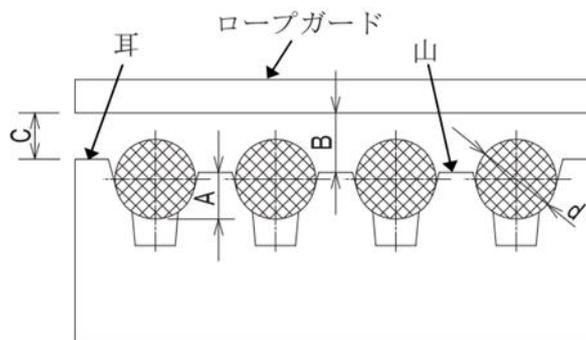

図 5-2：ロープガード取付け寸法
- ① 取付け状態の変化や条痕、及び亀裂等の異常がないこと。
- ② 綱車のロープ溝に規定値以上の摩耗※¹、及びロープスリップ等の異常がないこと。
- ③ 軸受に異常音、及び異常振動等がないこと。
- ④ ロープとロープ外れ止め間の際間寸法は図 5-2、及び表 5-2 の基準を満たし、ロープ外れ止めの干涉等の異常がないことを確認すること。